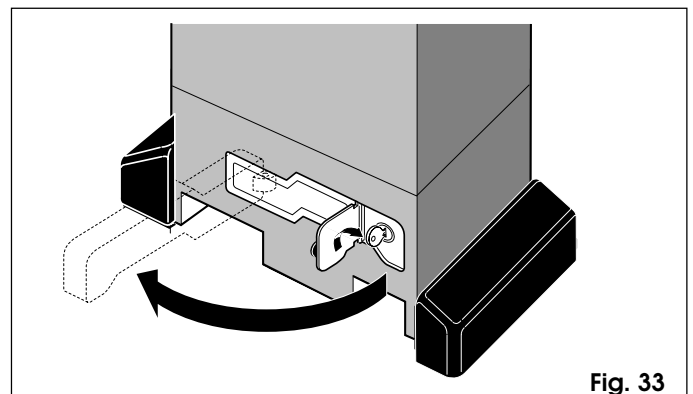

Fig. 33
- 2) Ruotare la chiave in senso orario e tirare la leva di sblocco come indicato in Fig.33.